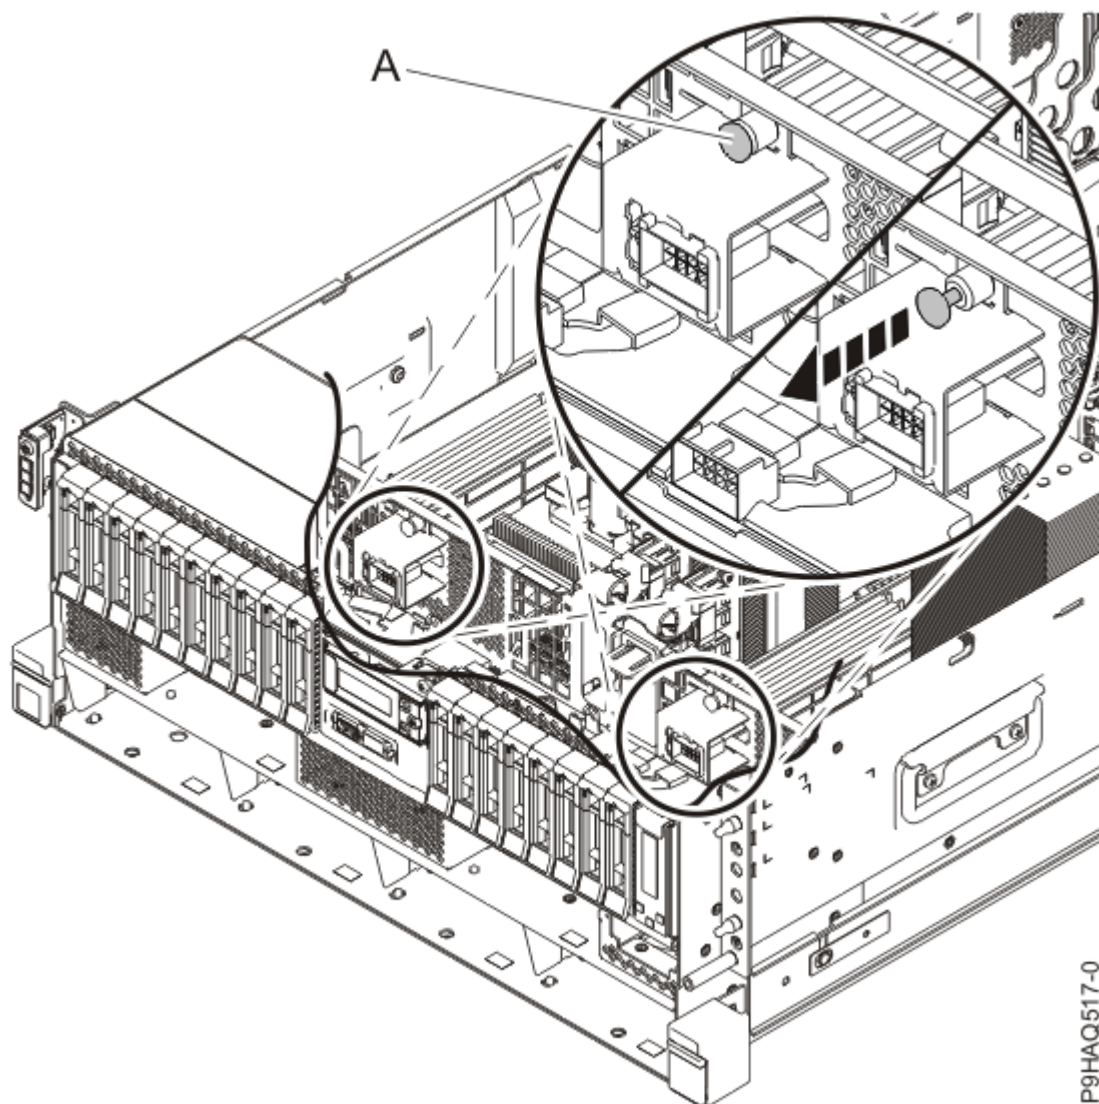
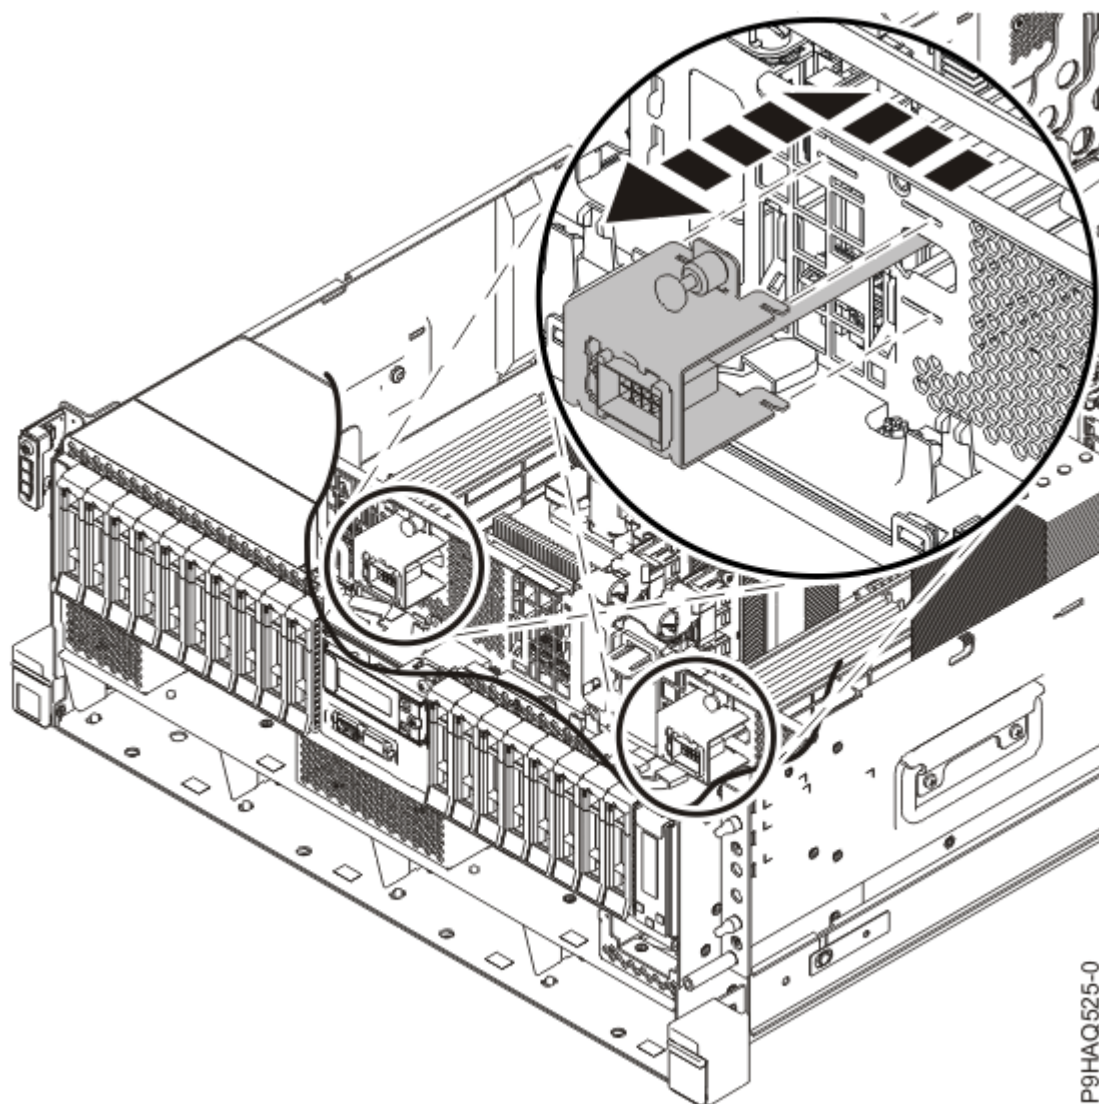

図 26. バルクヘッドからのファン・ソケットの解放
図 27. バルクヘッドからのファン・ソケットの取り外し
6. 32 ページの図 26 および 33 ページの図 27 に示すように、バルクヘッドからファン・ソケットを取り外します。